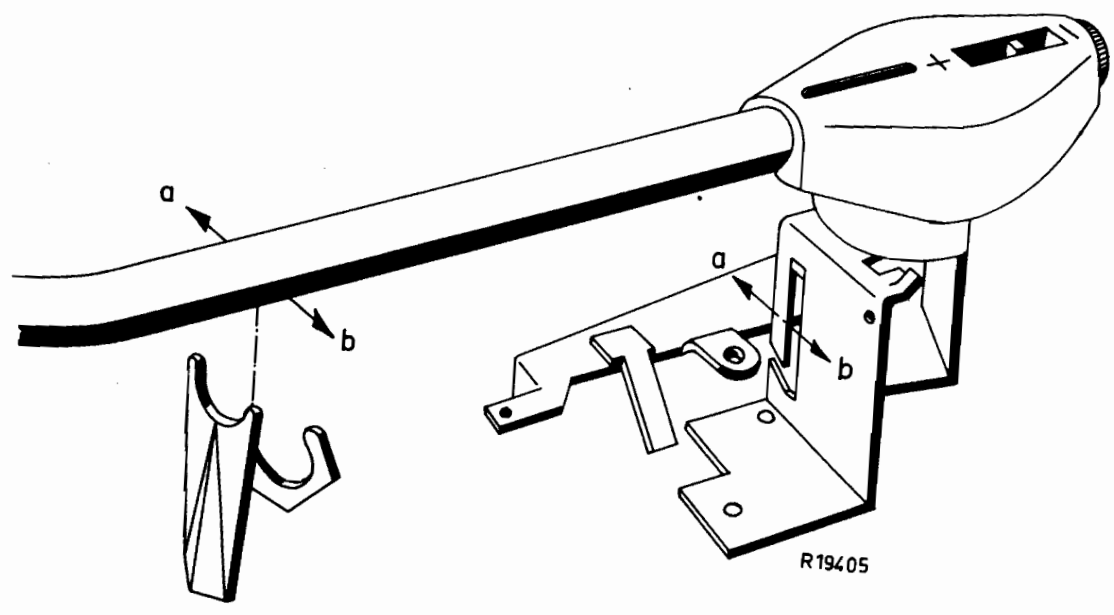

Fig.6
3. De beugel op de p.u.-armas (zie fig. 6) moet tegen de lip op de aanslagbeugel stuiten op het moment dat de p.u.-arm boven de buitenste lip van de steun op de montageplaat is gekomen.